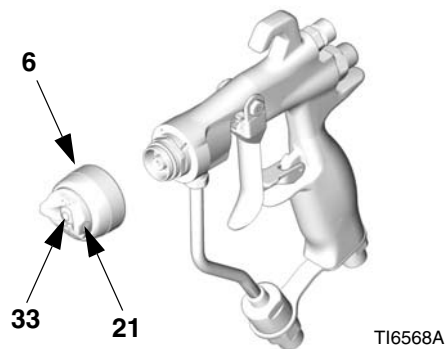

FIG. 35
2. Retire el anillo de retención del cabezal de aire (6), el cabezal de aire (21), y la boquilla de pulverización (33). Vea FIG. 35.